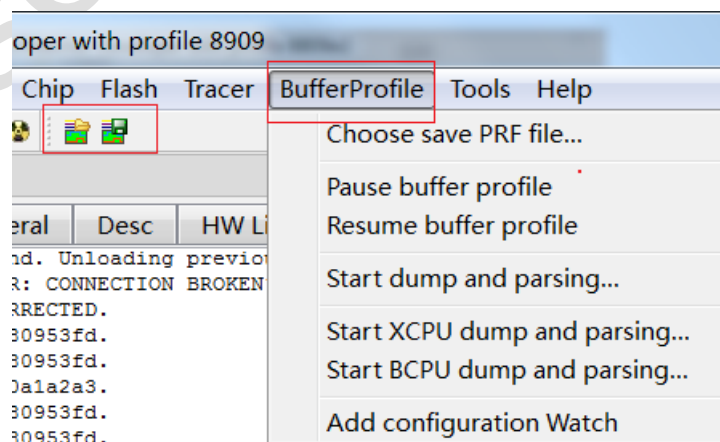

图 4-21 工具栏新增的 bufferProfile 按钮
2. 点击图 4-21 中 Choose save PRF file 菜单项 或工具栏上的  按钮 输入要保存的*.prf 文件，文件的默认路径与 coolwacher.exe 路径一致。
3. 点击图 4-21 中 Start XCPU dump and parsing 菜单，开始保存 XCPU 相关信息。类似信息如下图：
4. 如点击图 4-21 中 Start BCPU dump and parsing 菜单，则保存 BCPU 相关信息。类似信息如下图：
5. 如点击图 4-21 中 Start dump and parsing 菜单，则保存 BCPU 和 XCPU 两者的信息。